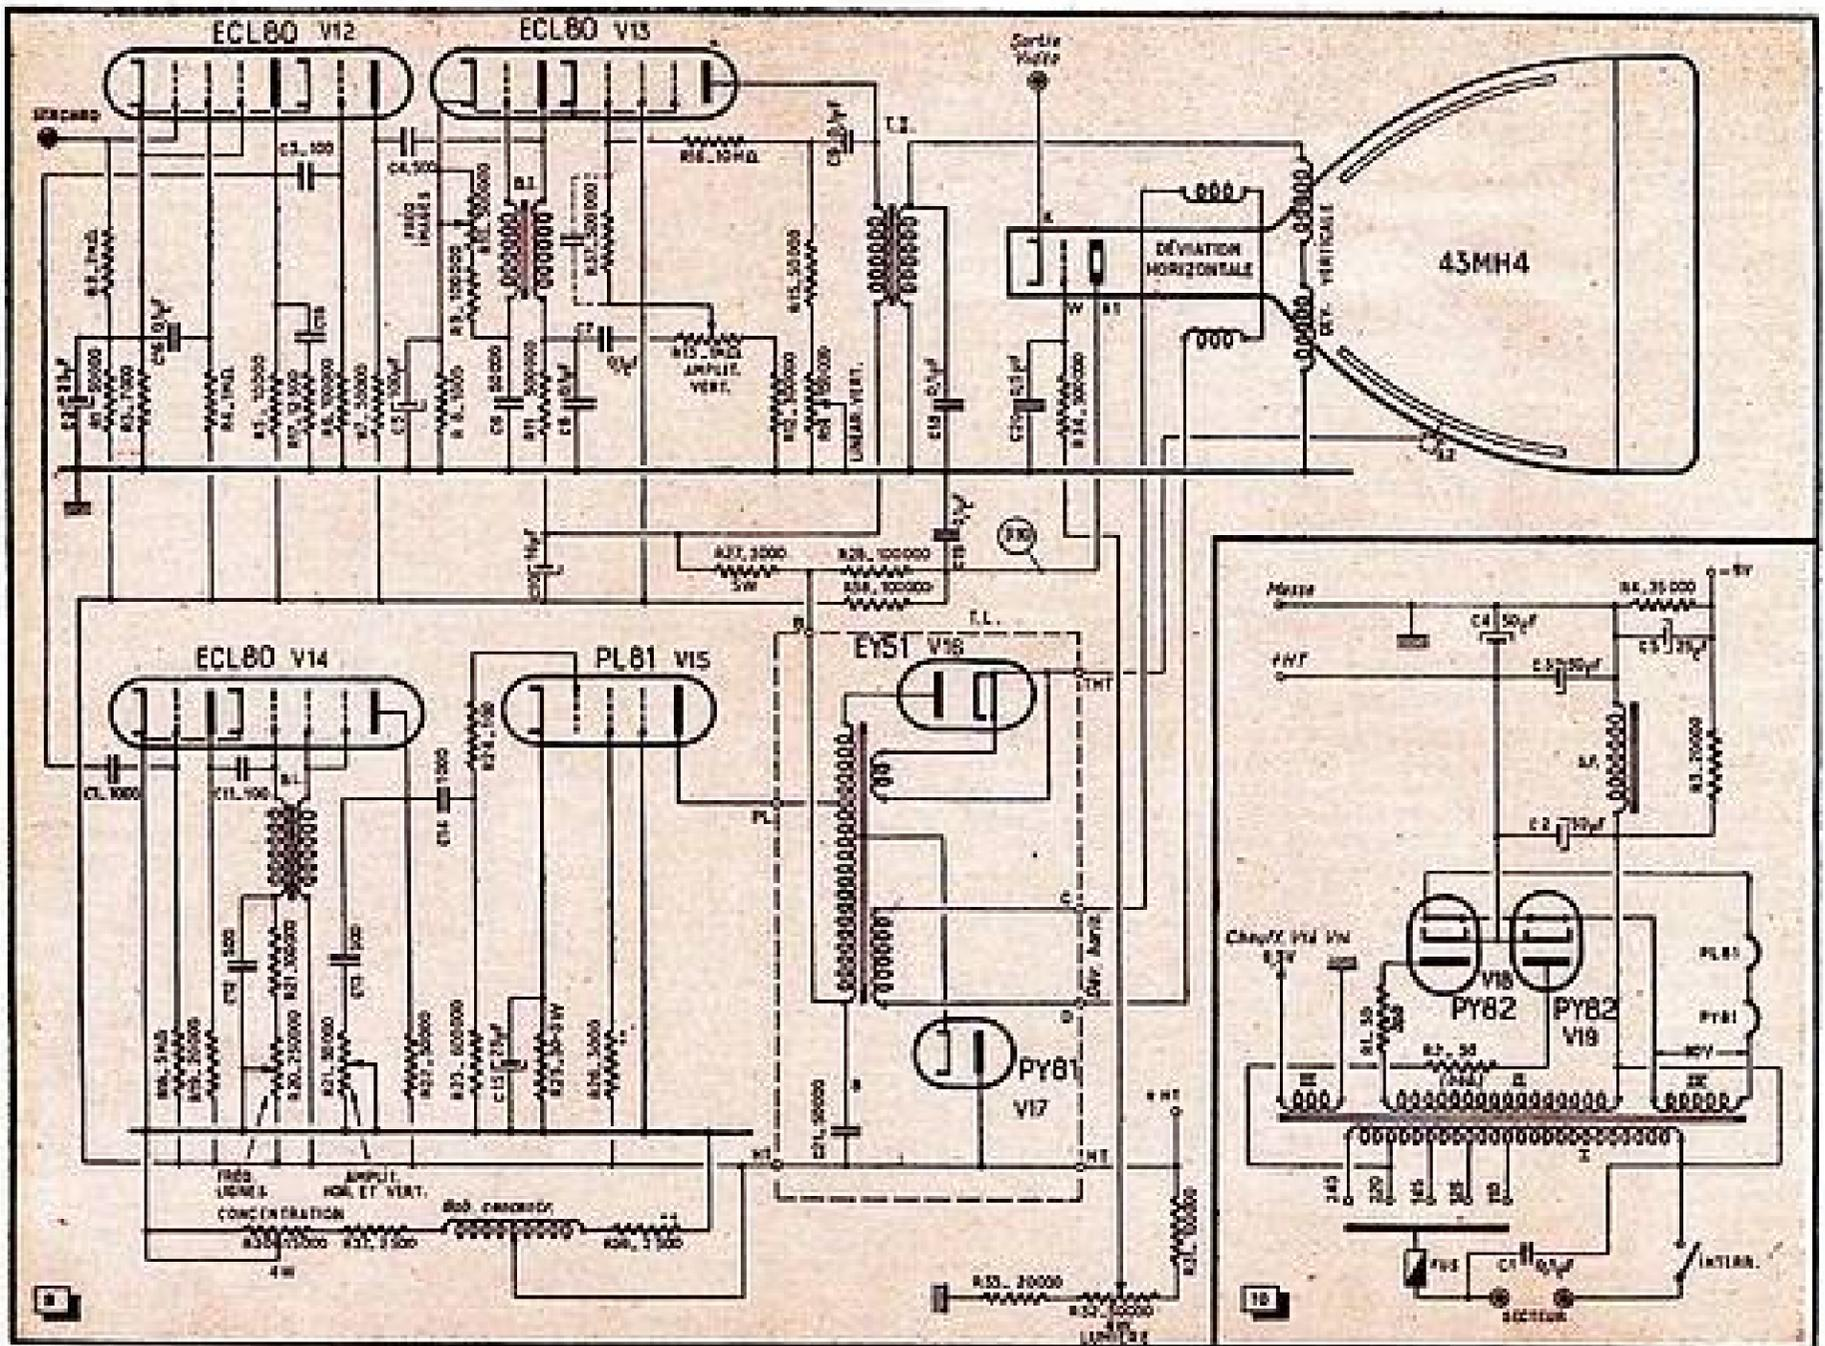

Fig. 9. — Schéma général des bases de temps et de l'alimentation.
6. — Base de temps verticale (fig. 9).
7. — Base de temps horizontale (fig. 9).